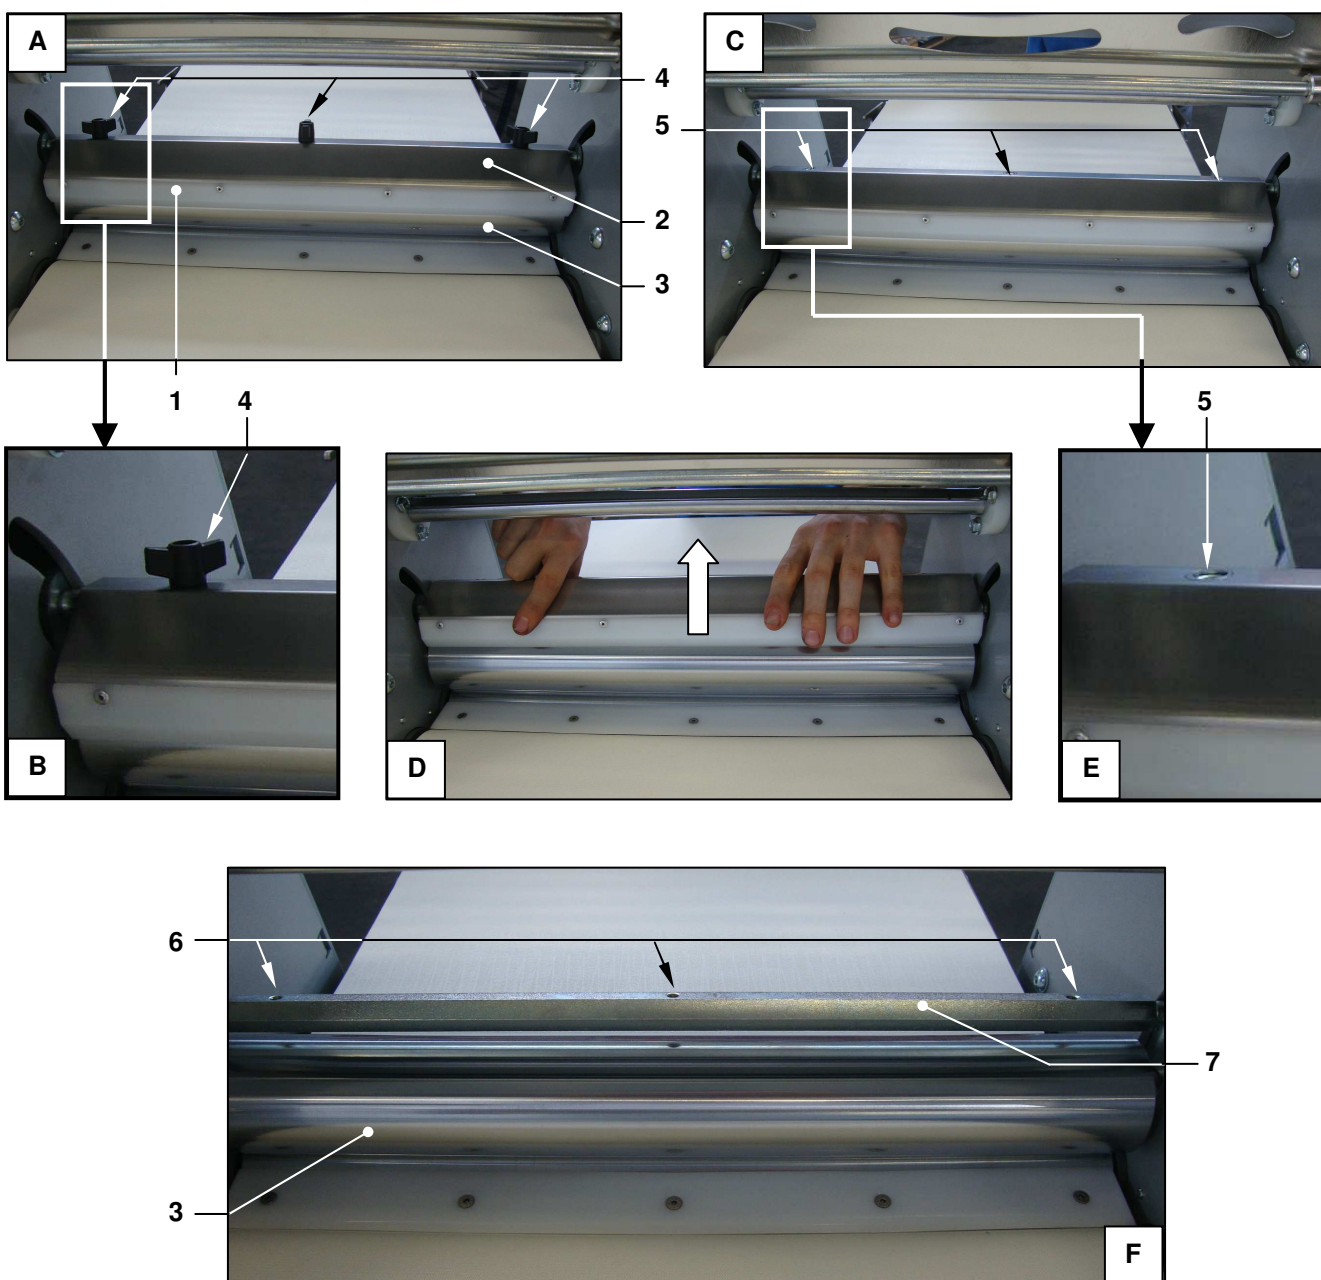

Рис. 33 - Снятие/установка скребков верхнего раскаточного валка
Имеется два скребка (1) (см. Рис. 33). На рисунке показана модель SF450, но порядок замены у других моделей аналогичен). Оба скребка установлены в одном держателе (2), находящемся сверху верхнего раскаточного валка (3).